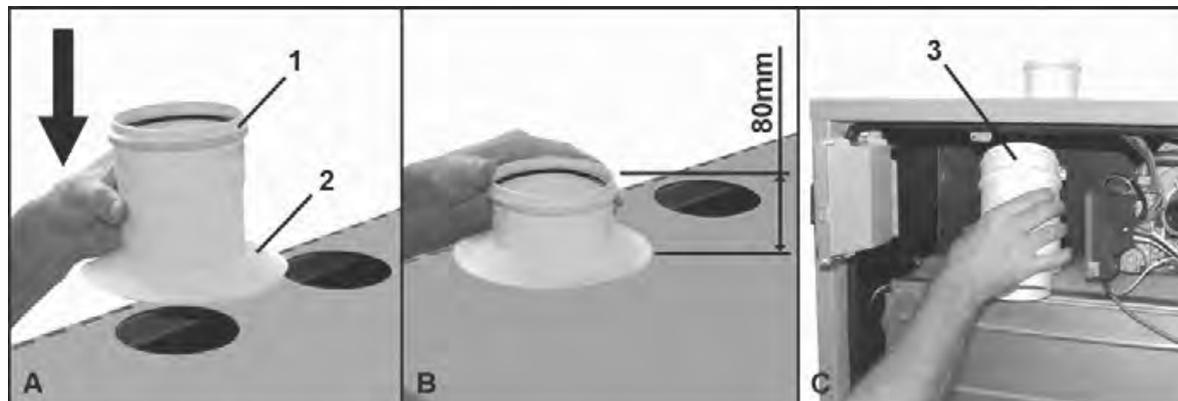

Рис. 27.
- A** Установите стакан диаметром 100 мм "ПАПА - МАМА" (1) с соответствующей прокладкой (2) с внешней стороны модуля для каждой камеры сгорания.
- B** Соблюдайте приведенный на картинке **B** (рис. 27) размер 80 мм. Данный размер должен увеличиваться с каждым дополнительным модулем на 5 мм.
- C** Внутри модуля на каждом отдельном дымоходе диаметром 80 мм разместите обратный клапан (3).